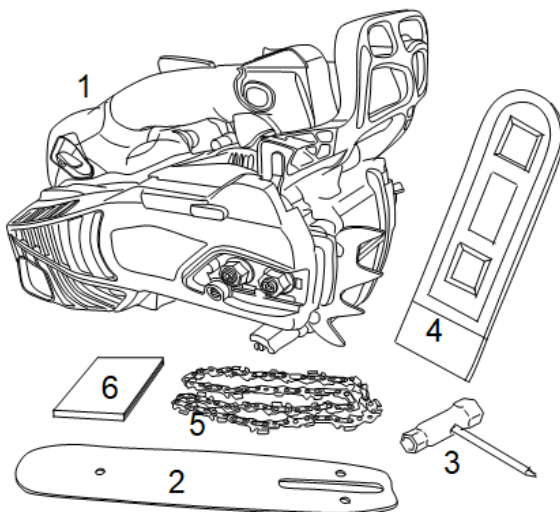

Abb. 2
- 1) Öffnen Sie die Box, in der sich die Kettensäge befindet, und nehmen Sie die Kettensäge und alle inliegenden Teile und Zubehörkomponenten heraus, siehe Abb. 2. Die Box enthält folgende Teile: